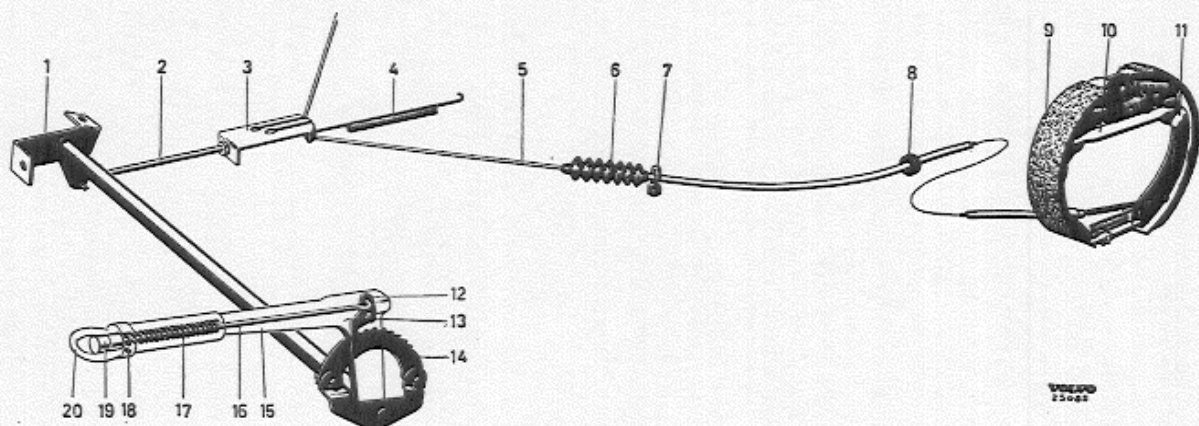

Abb. 16. Handbremsanlage.
Die Handbremse ist am Boden an der Außenseite des Fahrersitzes angebracht. Die Bewegung des Handbremshebels wird über eine Welle, Hebel und Zugstange zur Lasche (3 Abb. 16) übertragen. Von dort wird die Bewegung durch den Handbremsseilzug (5) zum Hinterradbremssattel (11) übertragen. Das Oberteil dieses Hebels ist an der hinteren Bremsbacke befestigt. Wenn der Hebel nach vorn gezogen wird, werden die Bremsbacken durch die Lasche (10) nach außen gedrückt und die Handbremse angezogen.